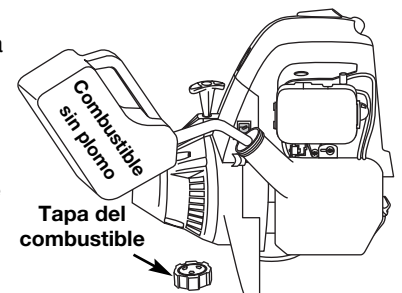
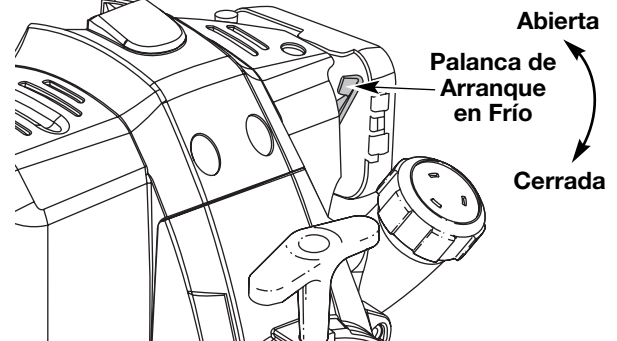

Fig. 7
Fig. 9
Como recortadora corte de césped y hierbas delgadas, y recorte decorativo alrededor de árboles, cercos, etc. Utilice el condensador de ajustesoplador a limpiar alrededor de edificios, paredes y cercas (Figs. 7 y 8). También uso alrededor de árboles, arbustos, y camas de la flor (Fig. 9).
1. Saque la tapa de la gasolina (Fig. 7).
SI FRÍO... Para condiciones de clima frío (inferior a 4°C/ 40°F), ponga la Palanca de Arranque en Frío (Fig. 9) en la posición de cerrada/encienda y proceda al paso 3. NO mueva esta palanca hacia abajo si la temperatura sobrepasa 4°C (40°F).